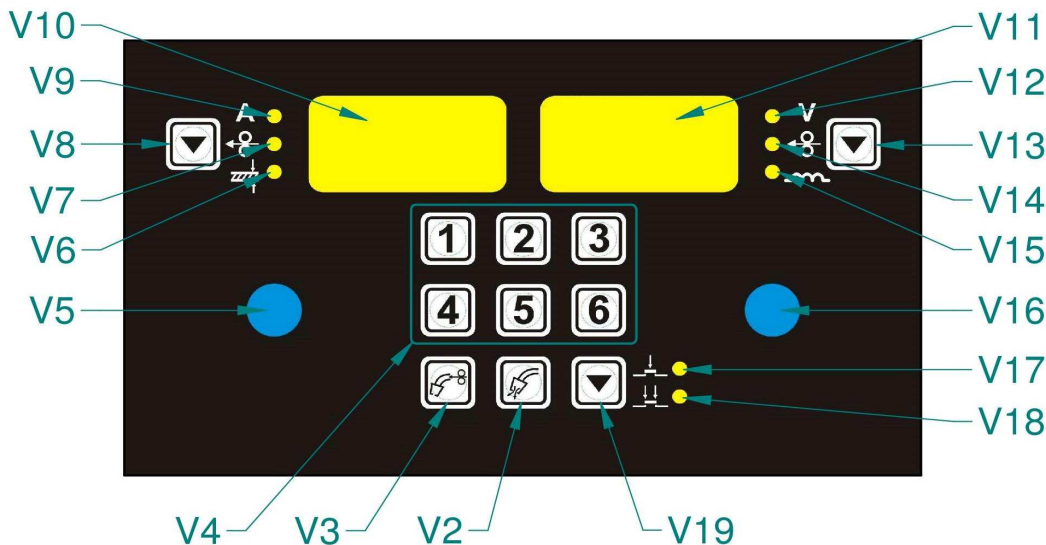

Fig. 5 – Pannello di controllo
5. Tenere premuto il tasto (Fig 5, **V3**) sul pannello frontale del carrello.